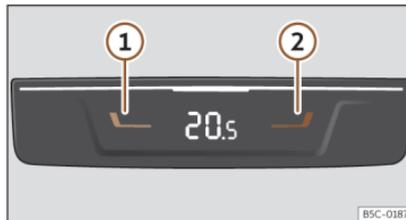

Fig. 131 Nella parte posteriore della consolle centrale: comandi per i posti posteriori.
- Premere i tasti  e  >>> **fig. 131** per regolare la temperatura della zona posteriore.